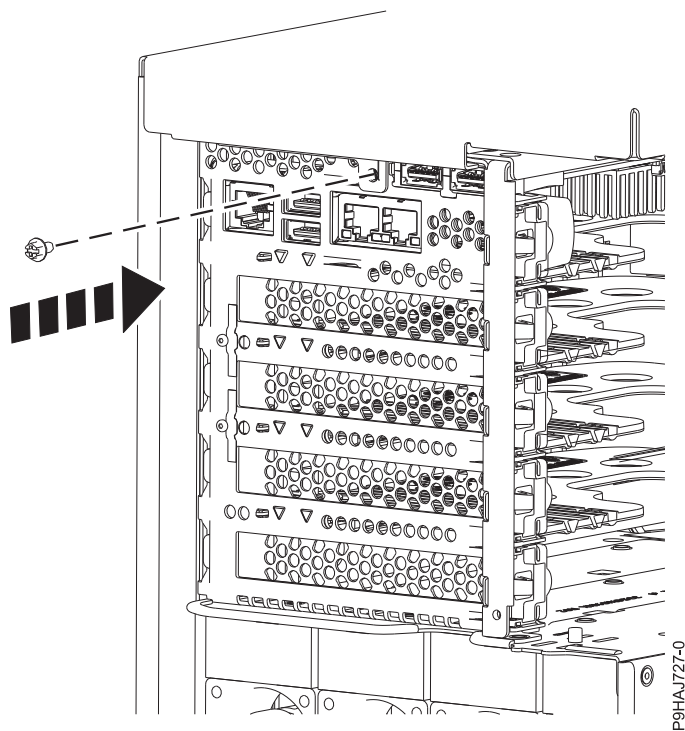

Figura 27. Col·locació del cargol de la coberta lateral
3. Col·loqueu el cargol de la coberta lateral a la part posterior del sistema utilitzant un tornavís Phillips, tal com es mostra a la Figura 27 a la pàgina 44.